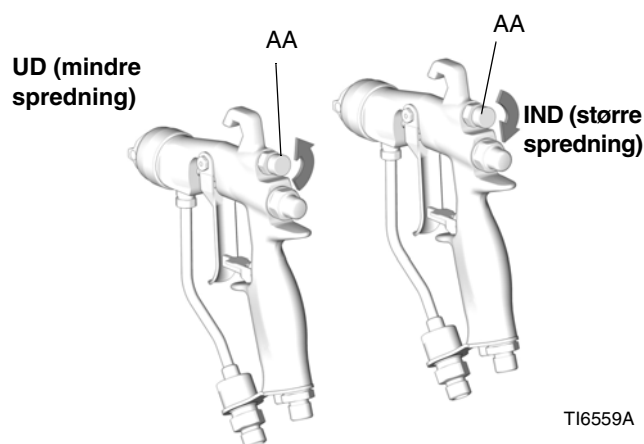

FIG. 7. Knap til mønsterluft
- Se FIG. 7. Luk for luften til justering af spredningen ved at dreje knappen (AA) hele vejen med uret (ind). Pistolen er nu indstillet til størst mulig spredning.
- Se FIG. 7. Hvis der ønskes mindre spredning, drejes ventilknappen til justering af mønsteret (AA) mod uret (ud). Hvis spredningen stadig er for stor, øges lufttrykket til pistolen en smule, eller der anvendes en anden dysestørrelse.